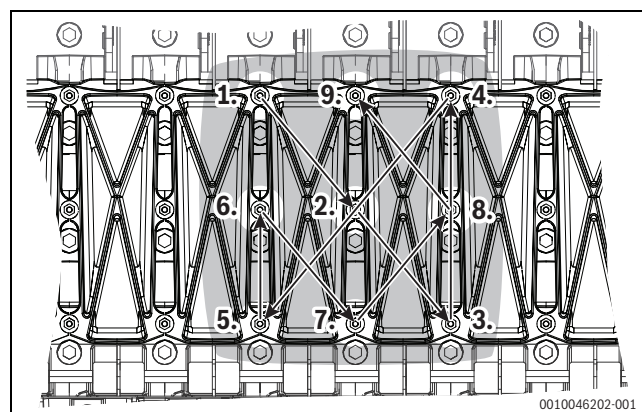

Fig. 58 Schéma de serrage
- Revisser la trappe de visite conformément au schéma de serrage représenté ci-dessous (1-2-3-4-5-6-7-8-9; → Figure 58) (couple de serrage : 7 Nm) ou effectuer un nettoyage humide de l'échangeur thermique.